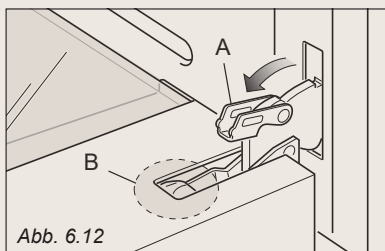
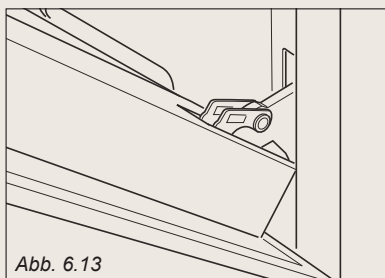

Abb. 6.12
Abb. 6.13
- * Den Hebel "A" des rechten und des linken Scharniers vollkommen öffnen (Abb. 6.12).
- * Die Tür langsam schließen (Abb. 6.13) bis die Hebel "A" des rechten und des linken Scharniers aus dem Teil "B" der Tür austragen (Abb. 6.12).